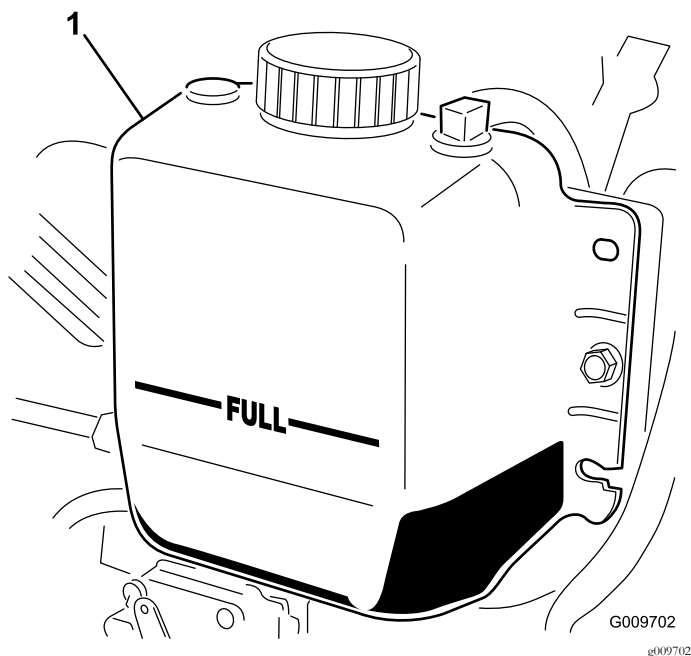

Figura 61
2. Controllate il livello del refrigerante nel radiatore. Il radiatore deve essere riempito fino alla parte superiore del collo del bocchettone ed il serbatoio di espansione fino al segno di pieno FULL (Figura 61).